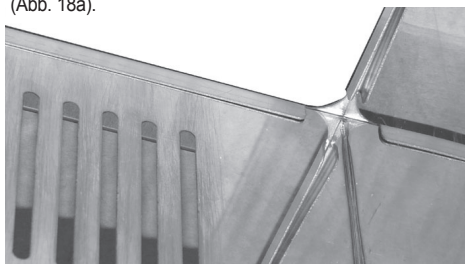

Abb. 18a
Setzen Sie den Deckenkranz (5) auf den Teleskopschaft (2) in der gewählten Einbaulage, bis der kleinere Kragen des Deckenkranzes vom Teleskopschaft aufgenommen wird (Abb. 18a).